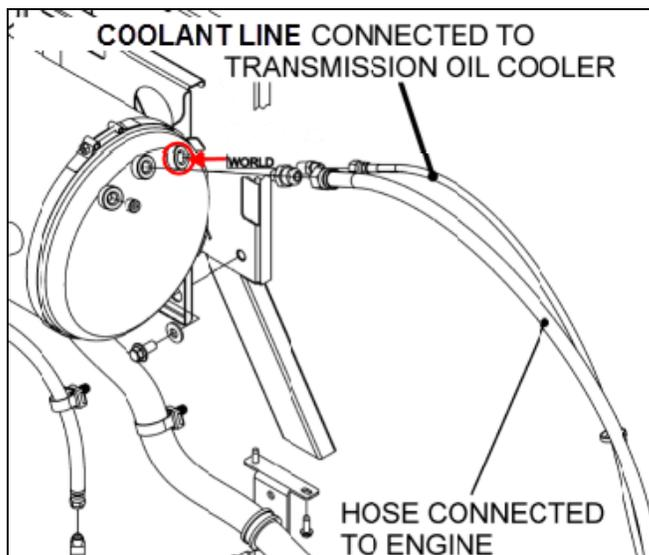

FIGURE 4 : DÉCONNECTER LA LIGNE D'ÉVENT AU RÉSERVOIR DE LIQUIDE DE REFROIDISSEMENT (coolant line connected to transmission oil cooler)
3. Sur le système vidangé, déconnecter la ligne d'évent au réservoir de liquide de refroidissement (voir FIGURE 4). Appliquer le produit « **Loctite 567 thread sealant** » sur les filets du bouchon  $\frac{1}{4}$  hex 6-pan creux #501800 pour assurer l'étanchéité puis visser le bouchon sur le réservoir.